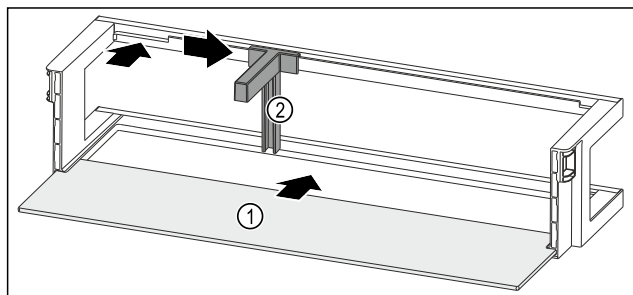

Fig. 174 带搁板的门边存放架
- ▶ 将搁板 Fig. 174 (1) 推入侧面凹槽。
- ▶ 将瓶托 Fig. 174 (2) 装入槽中。
- ▶ 将瓶托 Fig. 174 (2) 推至一侧的所需位置。